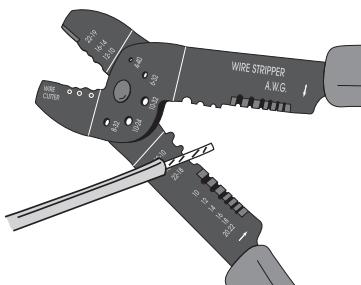

figure 5
1. Dénuder les fils sur une longueur de 0,5 cm (½") (**figure 5**),